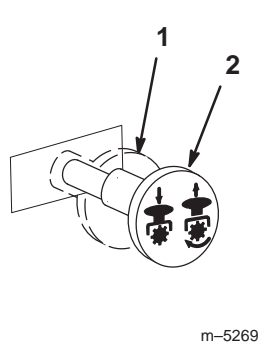

Bild 10
- Schieben Sie den Zapfwellenhebel auf AUS (Bild 10).